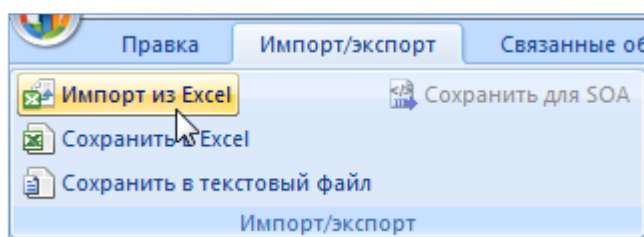

Рис. 13-529 – Кнопка «Импорт из Excel» панели «Импорт/экспорт»
4) Для сохранения файла нажать кнопку «Сохранить». Если файл с таким именем уже существует, выводится предупреждающее сообщение (рис. 13-529). Нажать «Да» для перезаписи файла или «Нет», чтобы задать новое имя файла. Если файл с таким именем уже открыт в Excel, необходимо его закрыть – в противном случае сохранение выполнено не будет.